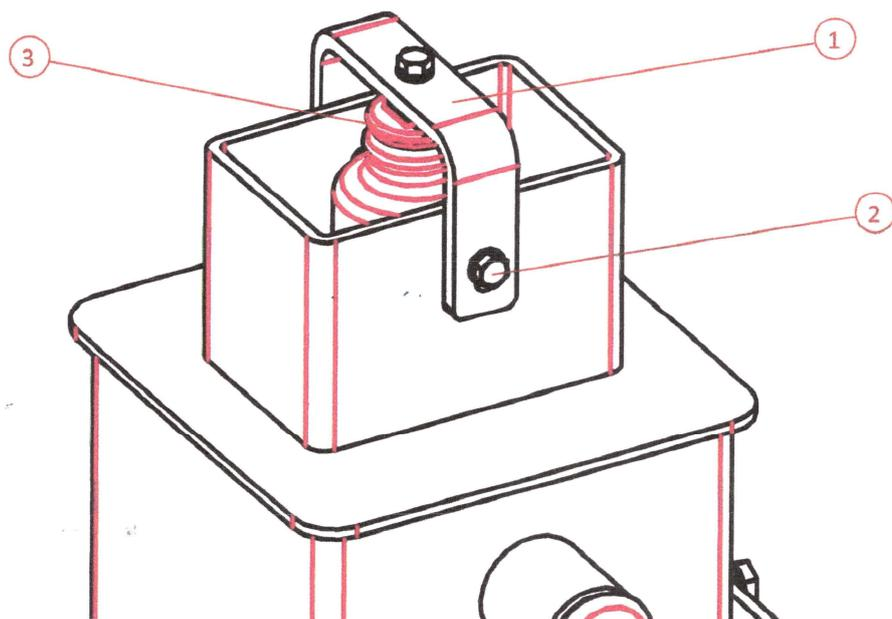

Figure 5 - Le bouchon de remplissage du système d'huile thermique.
16. Desserrez et retirez le bouchon de remplissage en retirant les vis. (fig. 5 - #1&2)
17. Insérer et serrer le bouchon de tube de 1". (fig. 5 - #3)